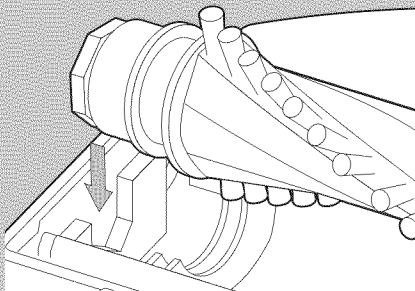

Fig. 13
- 30 Install the left side of brushroll (nearest the belt) first, making sure end is fully seated. Pivot the right side of brushroll into place making sure the square end of the brushroll end cap aligns and slides into the slot (Fig 13). Rotate brushroll by hand to make sure it rotates freely.
- 30 Montez le côté gauche de la brosse rotative (le plus proche de la courroie) d'abord, en s'assurant que le bout est complètement assis. Faites pivoter le côté droit de la brosse rotative en place afin de faire en sorte que le bout carré de l'embout de la brosse rotative s'aligne avec la fente et s'y engage (Fig. 13). Faites tourner la brosse rotative à la main pour s'assurer qu'elle tourne librement.
- 30 Instale primero el lado izquierdo del cepillo (el más cercano a la correa), asegurándose de que el extremo calce completamente. Gire el lado derecho del cepillo hasta que quede en su lugar, teniendo en cuenta que el extremo cuadrado del capuchón del extremo del cepillo quede alineado y se deslice dentro de la ranura (Fig. 13). Gire el cepillo con la mano para asegurarse de que gira libremente.